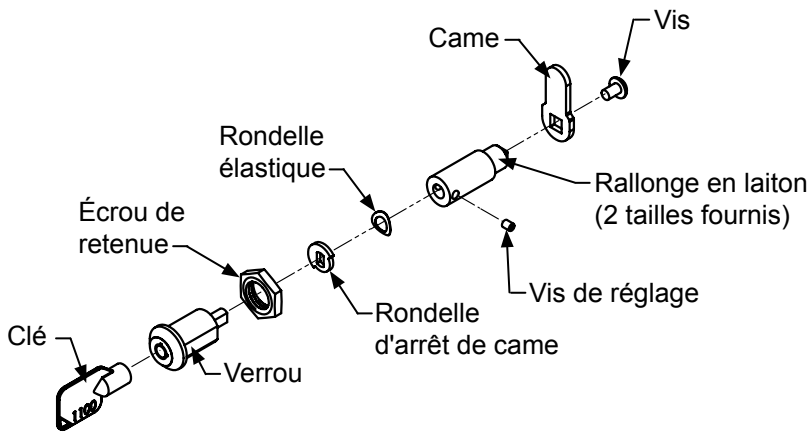

Figure 24
Deux (2) extensions de verrouillage sont fournies avec le verrou. Utilisez l'extension la plus longue pour un panneau de revêtement d'épaisseur  $\frac{3}{4}$  po et la plus courte pour un panneau d'épaisseur  $\frac{5}{8}$  po. Assemblez l'extension de verrouillage, une rondelle d'arrêt de came, une rondelle élastique et une vis de fixation sur le verrou comme montré aux Figure 22 et Figure 24.